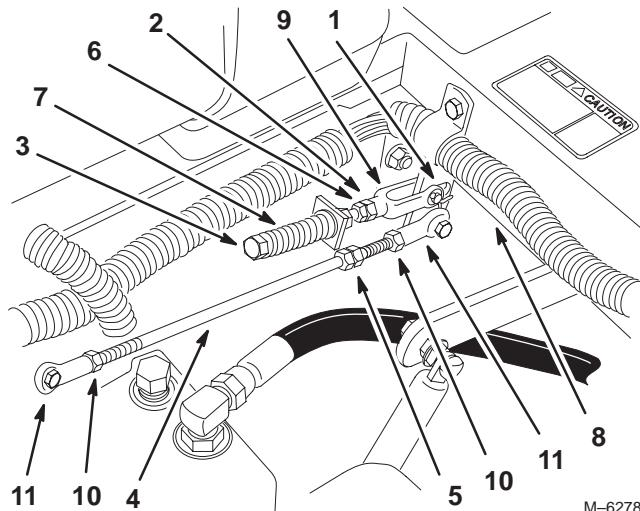

Figure 56
3. Placez le levier au point mort, **sans le verrouiller** (Fig. 56).
4. Tirez-le ensuite en arrière jusqu'à ce que l'axe de chape (situé sur le bras au-dessous de l'axe de pivot) touche l'extrémité de la fente (c.-à-d. commence juste à appuyer sur le ressort) (Fig. 56).
6. Si un réglage s'impose, desserrez l'écrou et l'écrou de blocage vissés contre la chape (Fig. 56).
8. Serrez l'écrou et l'écrou de blocage (Fig. 56).
1. Desserrez les contre-écrous sur les rotules de la tige de commande de la pompe (Fig. 56).
3. Réglez la longueur de la tige de pompe en tournant les doubles écrous dans le sens voulu, jusqu'à ce que la roue soit immobilisée ou tourne légèrement en marche arrière (Fig. 56).
6. Serrez les contre-écrous contre les rotules (Fig. 56).